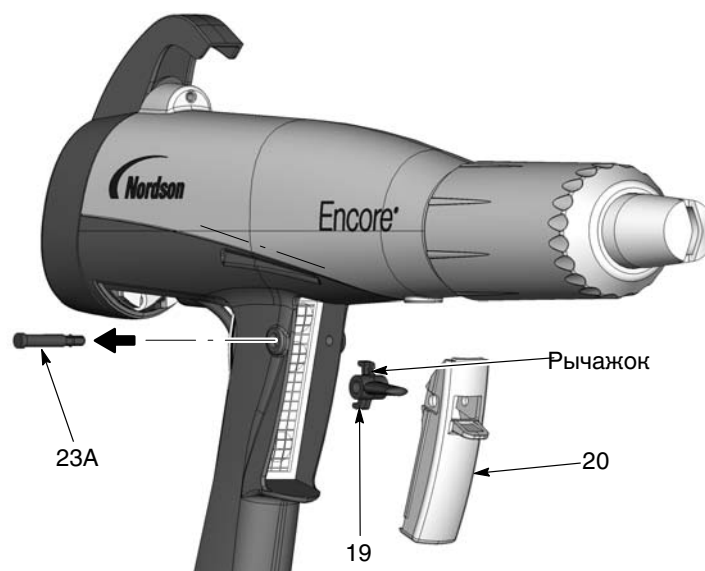

Рис. 6-7 Извлечение оси и клавиш спускового устройства из рукоятки
3. См. рис. 6-7. При помощи миниатюрного бородка с плоским концом или другого инструмента вытолкнуть из рукоятки ось (23А) со стороны ее меньшего диаметра.
4. Снять с рукоятки спусковое устройство (20) распылителя, приводной элемент (21, не показан) и клавишу продувки (19).
7. См. рис. 6-7. Вставить клавишу продувки (19) в спусковое устройство (20) распылителя рычажком вверх, как показано на рисунке. **Быть внимательным, чтобы не установить клавишу продувки верхней стороной вниз.**